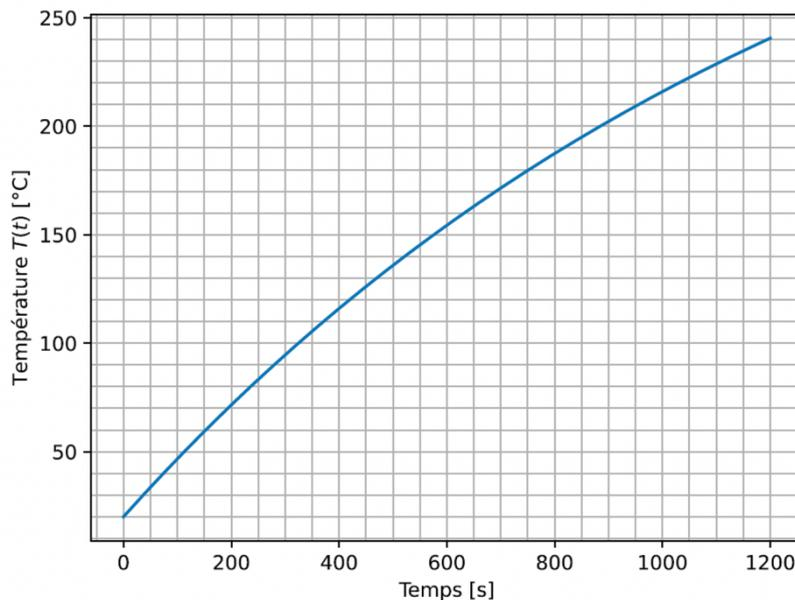

Figure 6 - Évolution de la température intérieure en fonction du temps
Le tracé de la solution de l'équation (1) est présenté sur la figure 6.
Q10. Dédurre de la figure 6 la durée Δt nécessaire pour atteindre la température $T_f = 100\text{ °C}$. Le résultat est-il cohérent avec la durée Δt trouvée précédemment ? Justifier.